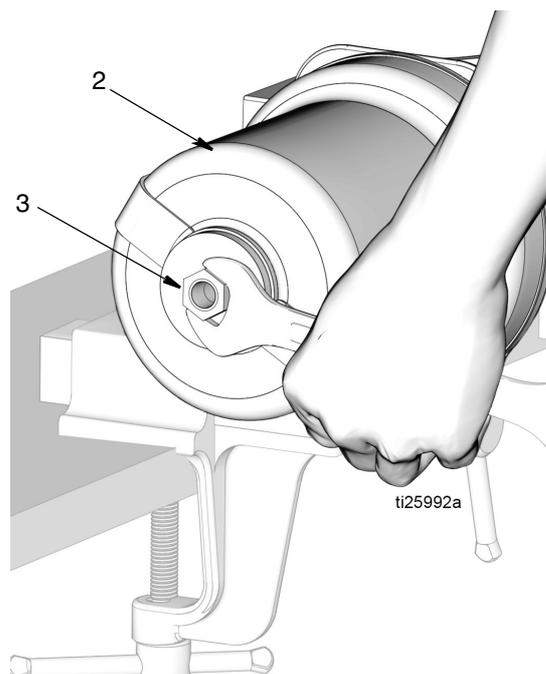

FIG. 18
13. Quite la tuerca de tope de pistón (3) de la parte superior del cilindro de aire (2) (FIG. 18).